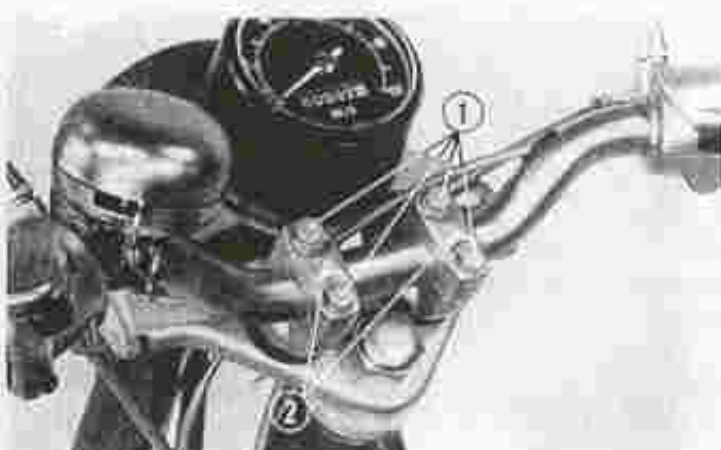

Fig. 85 Demonteren van stuur
- 5) Verwijder het stuur door de vier bouten en de stuurklemmen te demonteren. (Fig. 85)